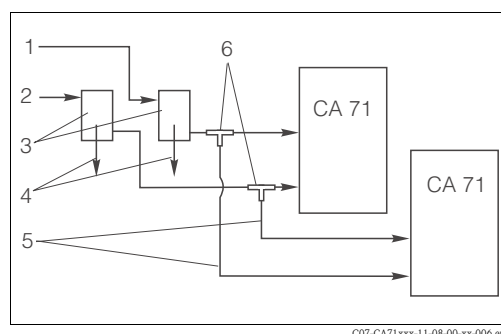

Fig. 14: Ejemplo de instalación
- La distancia entre los analizadores debe ser lo más corta posible: la línea sobre la que se recoge la muestra entre el conector T y el segundo analizador (Fig. 14, elemento 5) no ha de superar los 1,5 m